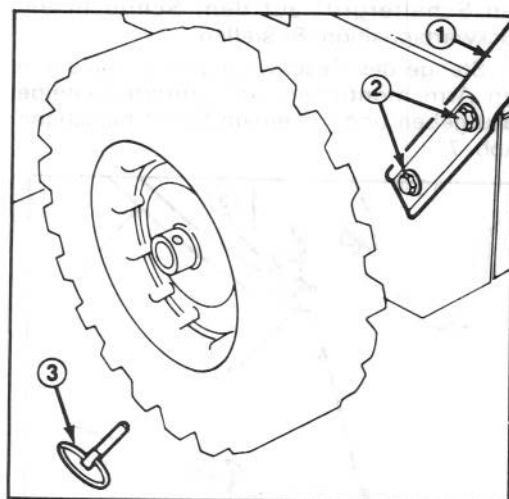

Abbildung 1
2. Den linken Griffholm gegen die Seite der Schneefräse halten, die Montierlöcher des Griiffs mit den Löchern auf der Seitenplatte zur Deckung bringen und von Hand mittels zweier Kopfschrauben und Sicherungsscheiben befestigen (Abb. 1). Für die rechte Seite in gleicher Weise vorgehen. Dabei beachten, daß die Griffe auf gleicher Höhe (parallel) sind, bevor sie beidseitig an der Fräse festgezogen werden.